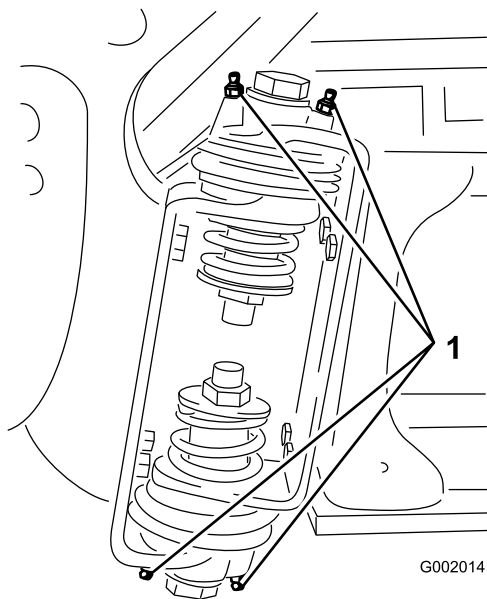

Bild 70
2. Pressen Sie Fett in die Lager oder Büchsen jedes Anschlussstückes (Bild 70).